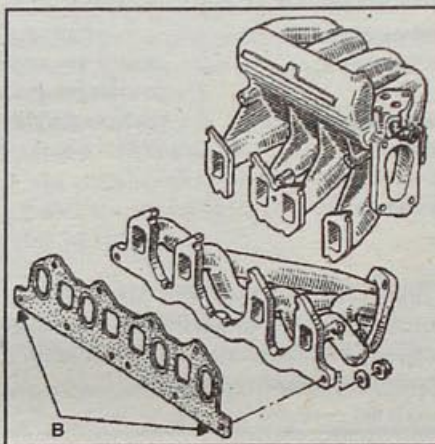

Рис. 1.34. Расположение гаек крепления впускного/выпускного коллекторов:
• Далее, в случае если снимается только выпускной коллектор, снизу автомобиля отверните все гайки крепления впускного/ выпускного коллекторов, включая две боковые (В, рис. 1.34), крепящие только выпускной коллектор.